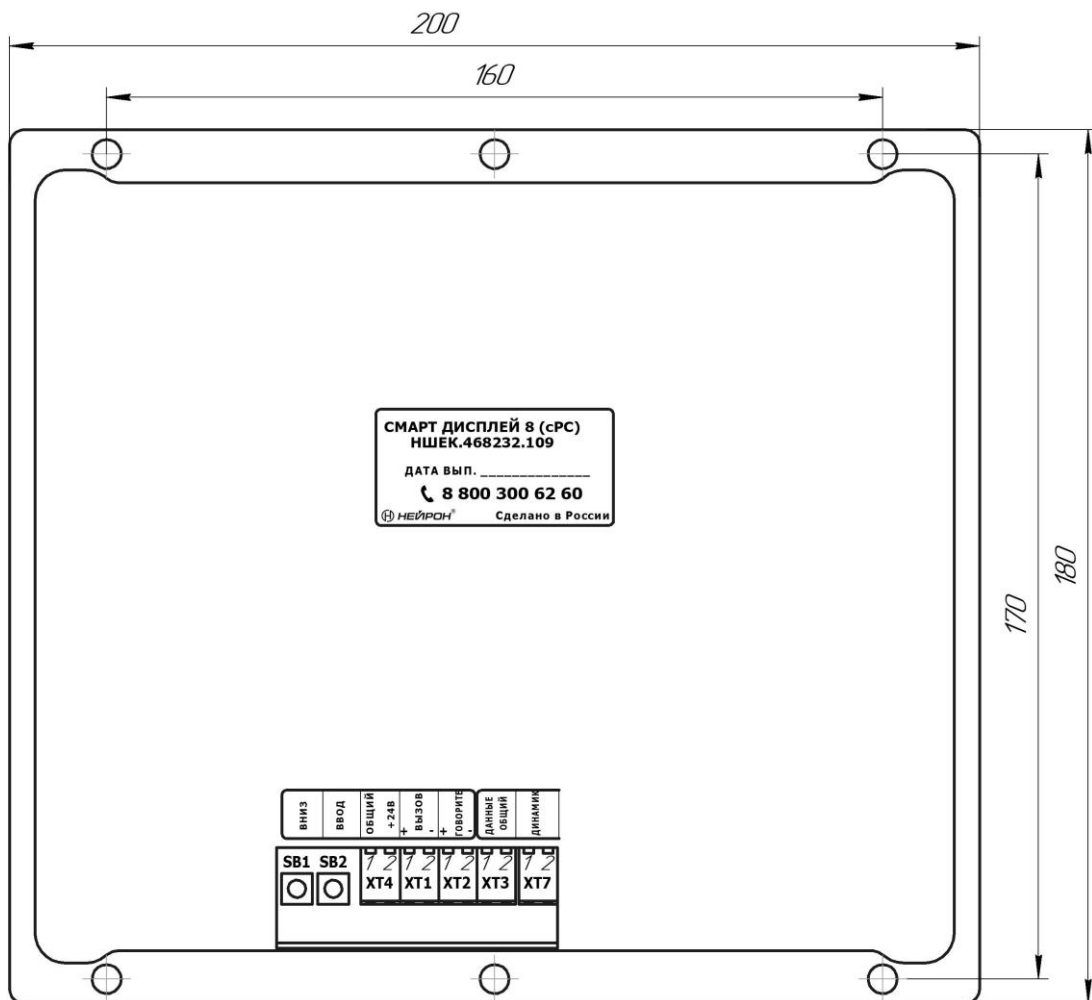

Рис.1. Расположение разъемов и органов управления
7.2 Выполнить подключение разъема XT1-XT4 устройства в соответствии с таблицей 1. Расположение разъемов показано на рис.1.